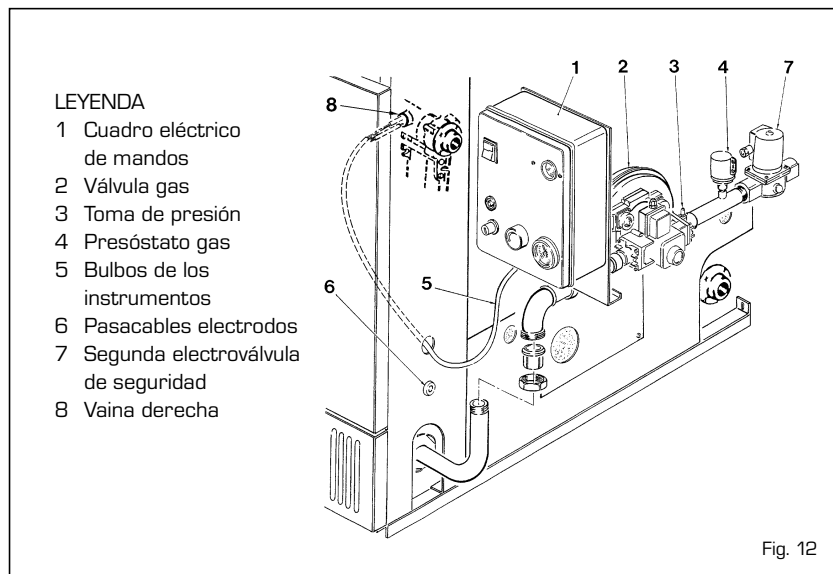
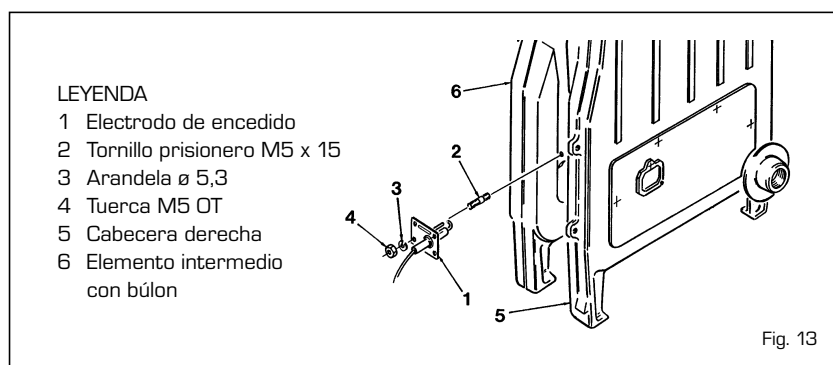

Fig. 12
Fig. 13
- fijar el panel (4) al panel (5) y el panel (7) al panel (8) por medio de los pasadores de acoplamiento;
- fijar los paneles (4) y (5) al panel (6) y los paneles (7) y (8) al panel (9) por medio de los pasadores a presión, asegurando su unión con dos tornillos autorroscantes 7SP x 1/2" suministrados;
- montar los paneles (4) y (6) en la base (3) fijándolos en los pasadores de acoplamiento. La misma operación deberá realizarse para fijar los paneles (7) y (9) a la base (2);
- situar la pared anterior inferior (11) insertándola entre los tornillos que se encuentran en los estribos de soporte del colector de los quemadores y el cuerpo de fundición;
- fijar la pared a los paneles (6) y (9) con dos tornillos autorroscantes 7SP x 1/2";
- situar la pared anterior superior (12) fijándola a los paneles (5) y (8) y a la pared (11) con cuatro tornillos autorroscantes 7SP x 1/2";
- fijar la pared posterior (13) a los paneles (4)-(5) y (7)-(8) utilizando los ocho tornillos autorroscantes 7SP x 1/2" suministrados;
- montar el zócalo (14) fijándolo a los paneles (6) y (9) por medio de los pasadores a presión;
- proceder a la misma manera para fijar el panel anterior superior (16);
- montar la tapa (10);
- antes de montar la puerta (15), es necesario hacer pasar los capilares de los termóstatos y del termómetro (5 fig. 12) a través del agujero practicado en el costado (9).
Para montar el conjunto del gas, suministrado en un embalaje de cartón aparte, será necesario quitar el elemento de unión que se encuentra en el conjunto y enroscarlo al tubo curvo conectado al colector de los quemadores (fig. 12). Insertar las sondas de los instrumentos en la vaina correspondiente, según se indica en el punto 2.12.
Desenrollar los cables de los sensores, haciéndolos pasar por el pasacables dispuesto en el panel anterior (6 fig. 12) y en los sujetacables de la pared anterior inferior (11 fig. 11). Insertar el electrodo de encendido en el agujero, existente entre la cabeza y la parte intermedia, desde el lado del conjunto del gas, fijándolo a los dos tornillos prisioneros (fig. 13). Realizar la misma operación para el electrodo de detección que se insertará en el agujero practicado entre la cabeza y la zona intermedia hacia el otro extremo del cuerpo.